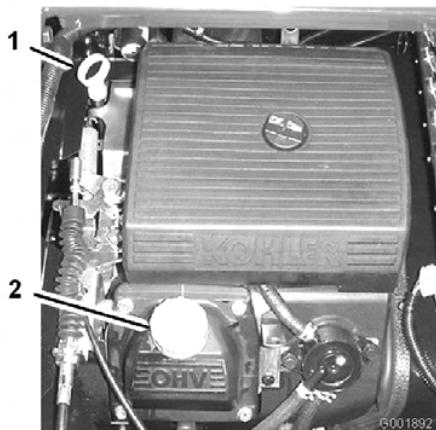

Figura 20
2. Togliete l'asta di livello ed asciugatela con un panno pulito (Figura 20). Inserite l'asta nel tubo e verificate che sia inserita a fondo. Rimuovete l'asta e controllate il livello dell'olio.
3. Se l'olio è insufficiente, togliete il tappo di rifornimento dal coprivalvola (Figura 20) e versate l'olio nel foro finché non raggiunge il segno di pieno (Full) sull'asta; il tipo di olio e la viscosità adatti sono riportati nella sezione Manutenzione dell'olio motore,